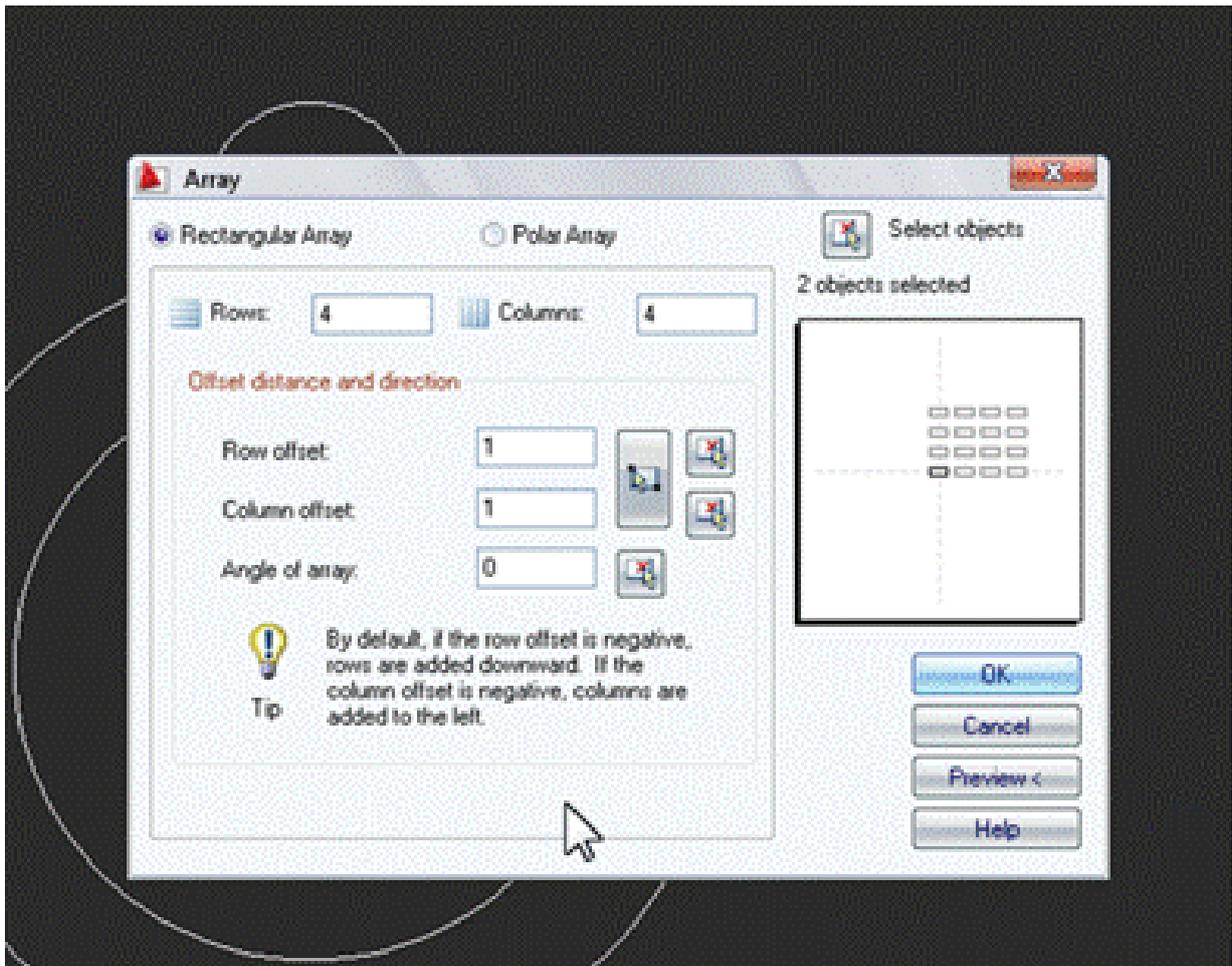

Рис. 7. Команда Массив
3.1. Для AutoCAD 2010. Теперь «размножим» этот элемент равномерно по окружности с помощью команды **Массив** (панель Редактирование) Рис.7. Если выделить требуемые объекты (отверстие и «ободок») и выбрать команду Массив, появится такое окно: